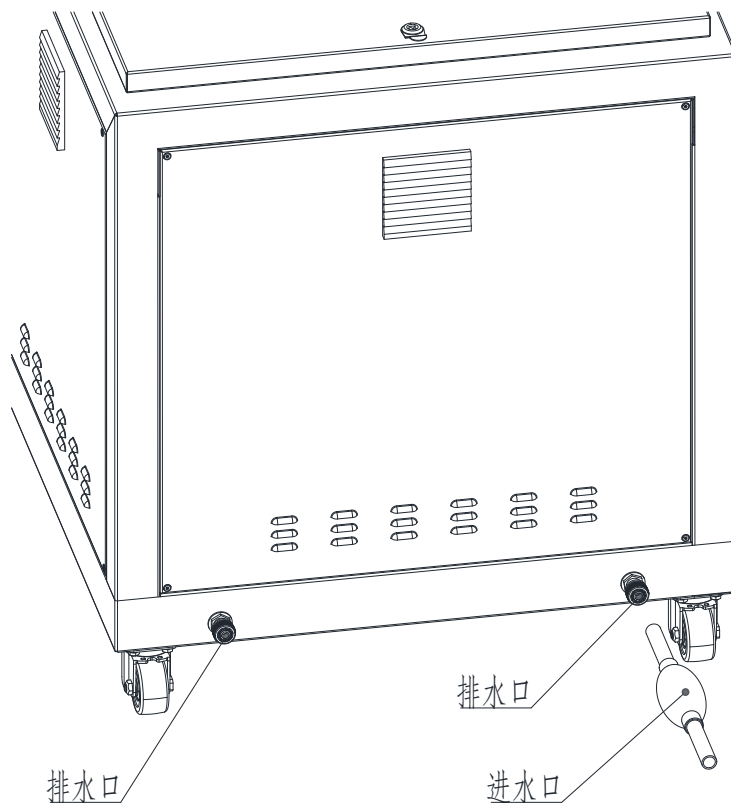

图 9 供水接口图
如图 9 所示，水源接口的位置在水电阻负载箱的背面下方，左侧是排水口，右侧是进水口。
(1) 将硅胶排水管的一端连接到图 9 的排水口；**警示：不要将钢丝进水管当成排水管使用，否则该水管可能会因高温而受损；**